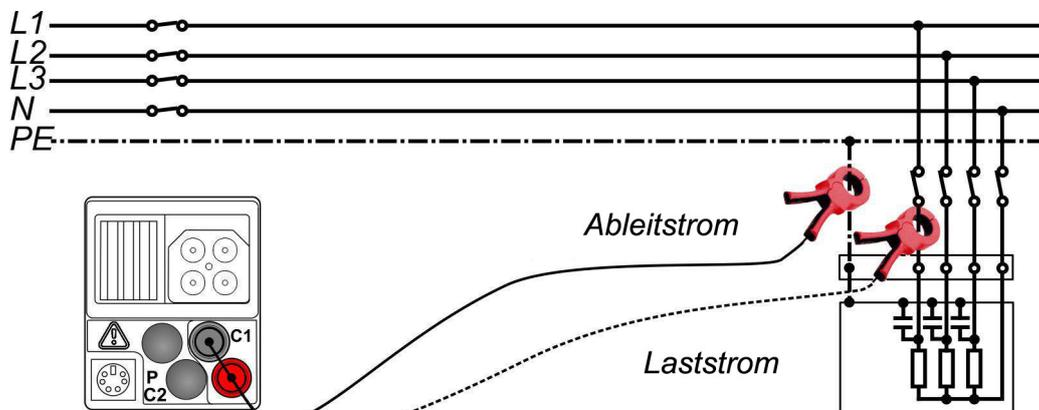

Abbildung 5.39: Anschluss des optionalen Stromzangenadapters BENNING CC 1 oder BENNING CC 3
- Umfassen Sie den einadrigen Leiter mit der Strommesszange (siehe Abbildung 5.39).